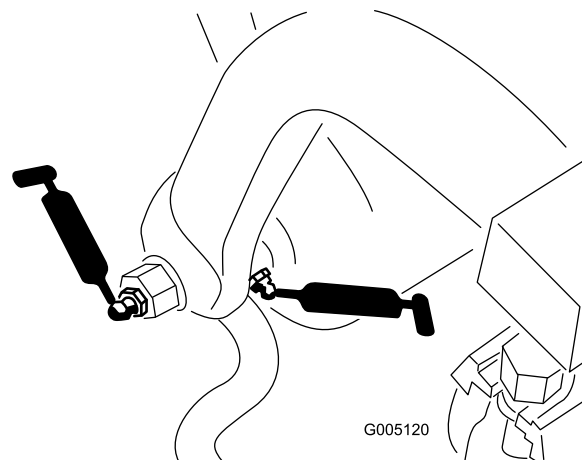

図 41
- ・ プル・フレームのシャフトとローラ：12 か所（図 41）